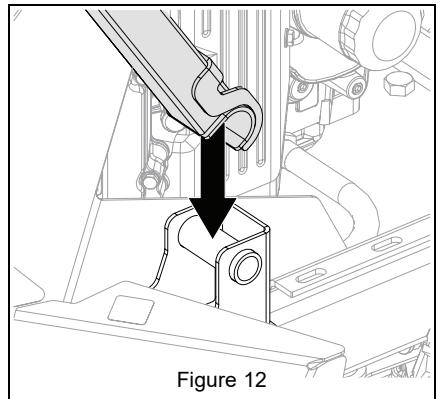

Figure 12
5. Positionner les extrémités de la barre d'ensacheuse sur les supports d'ensacheuse. Voir Figure 12.